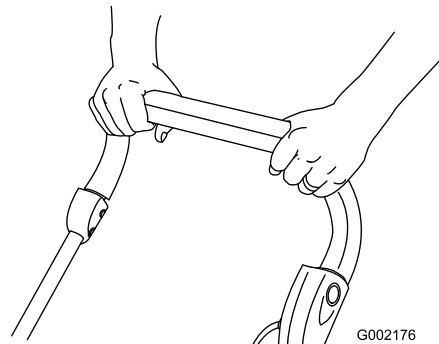

Figura 17
5. Sujete la barra de control junto al manillar y suelte el botón (Figura 17).